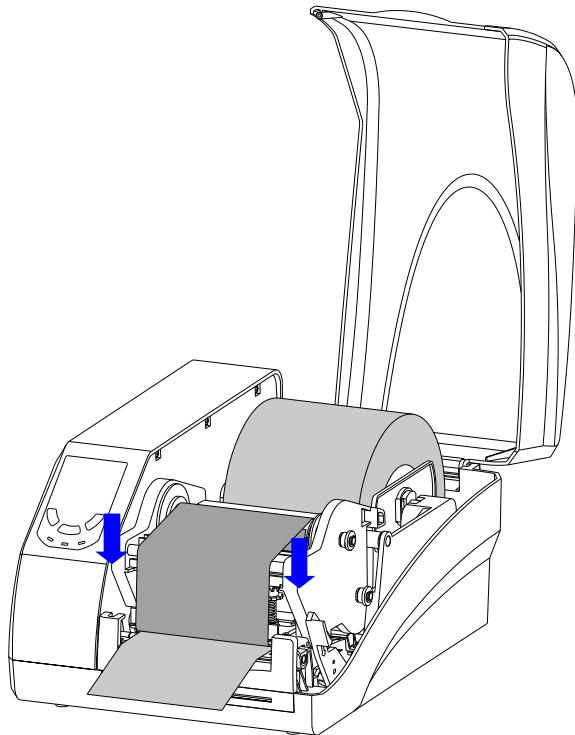

图 2-18
- 双手同时按下打印模组，使锁紧杆锁住打印模组，此时可以听到“咔”的响声，如图 2-18 所示。